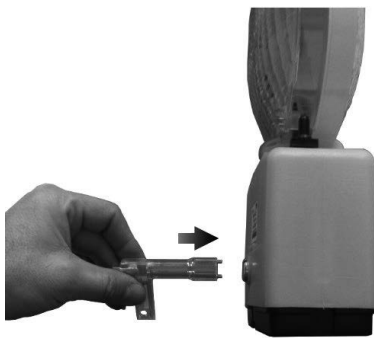

Abb. 1
- Schraube mit dem NiKo-Schlüssel oder einem ähnlichen Werkzeug herausdrehen (**Abb. 1+2**).